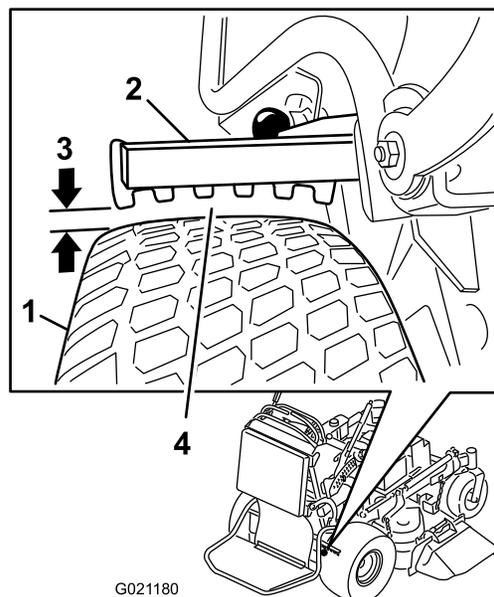

Figura 62
6. Utilizzando il lato con il gioco minore, verificate che la distanza sia compresa tra 3 e 6 mm come mostrato in Figura 62; fate riferimento a Regolazione dei freni \(pagina 50\) per eventuali regolazioni.
5. Regolate la forcella (Figura 62).